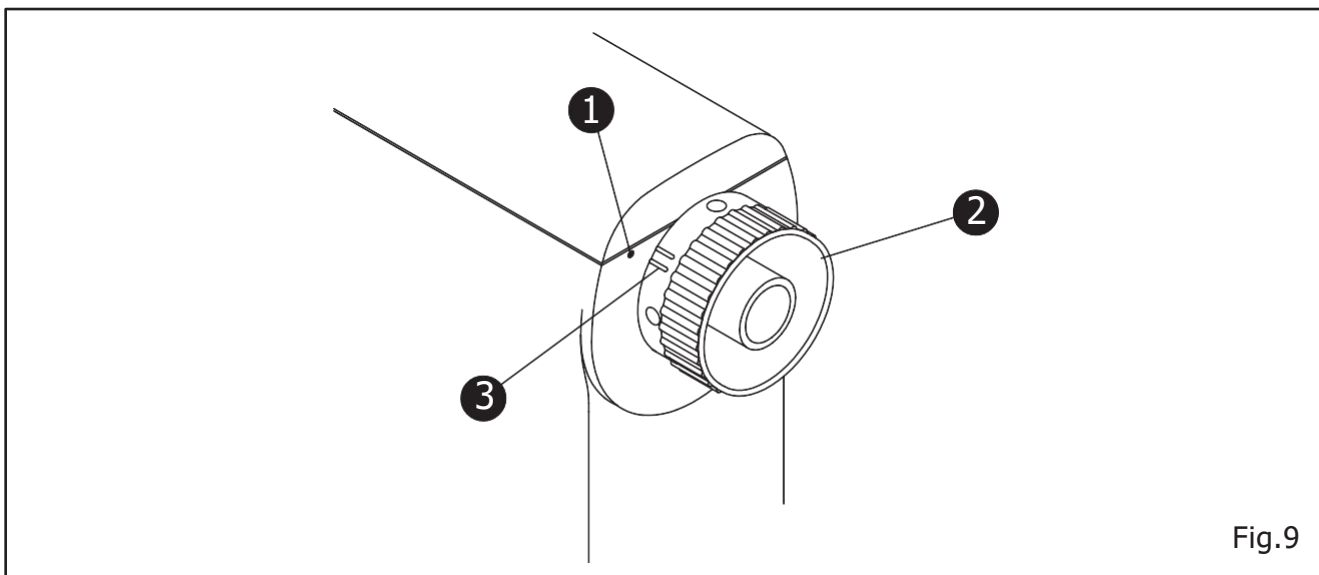

Fig.9
3. A marca (1) deve estar alinhada com a linha de marcação mais curta (3) na polia manual (2) quando a barra da agulha estiver em seu ponto morto superior. (Fig. 9)
6. O formato da chapa da agulha, cuja função é fazer um nó (ponto). (Fig. 9)